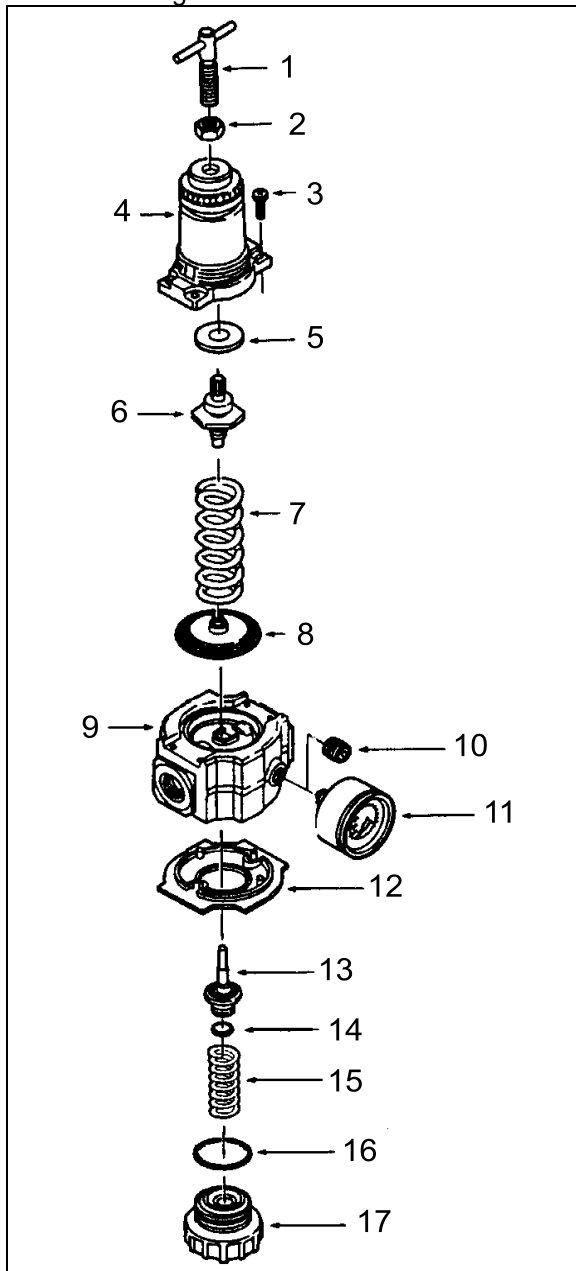

FIGURE 42: RÉGULATEUR DE PRESSION PNEUMATIQUE
1. Avant de pressuriser le système à air comprimé, relâcher l'écrou de blocage (2, Figure 42) puis faire tourner dans le sens antihoraire la poignée de réglage du régulateur jusqu'à ce qu'il n'y ait plus de tension sur le ressort de régulation.
5. Serrer l'écrou de blocage (2, Figure 42) pour bloquer le régulateur à la pression requise.
1. Couper la pression d'admission et réduire à zéro la pression dans les conduites d'admission et de sortie. Faire tourner la poignée de réglage de régulateur (1, Figure 42) dans le sens antihoraire jusqu'à ce qu'il n'y ait plus de tension sur le ressort de régulation. Le régulateur peut être démonté sans enlever la conduite d'air.
1. Lubrifier les joints toriques (14 et 16, Figure 42), la tige de soupape (13), l'extrémité de la vis de réglage (1) et la circonférence extérieure ainsi que les deux côtés de la rondelle de butée (8) au moyen d'une fine couche de graisse pour joint torique de bonne qualité.